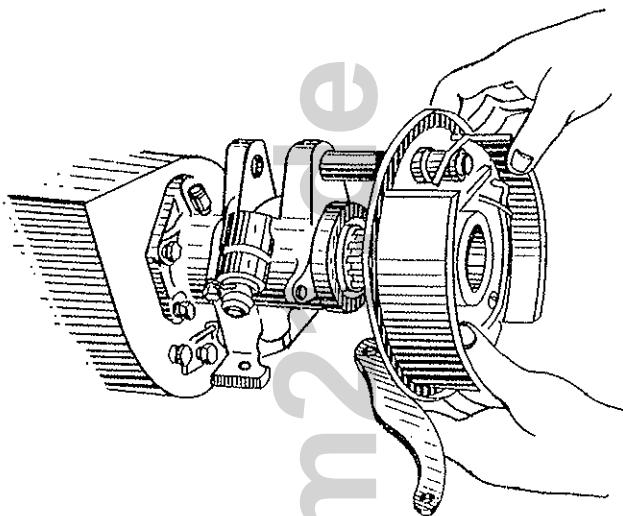

Bild 144 Abbau der Handbremse
- Handbremse (Bild 144) vom Getriebekasten abbauen;